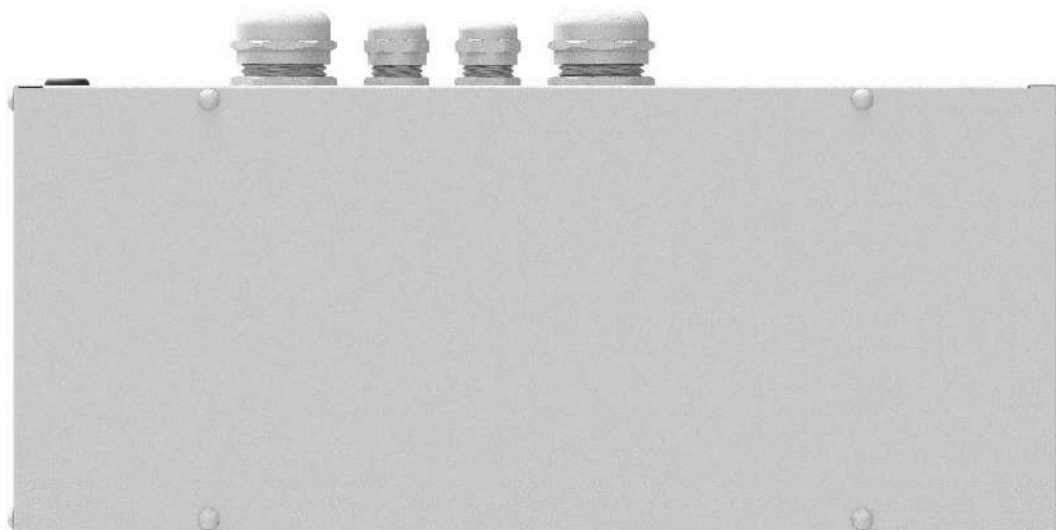
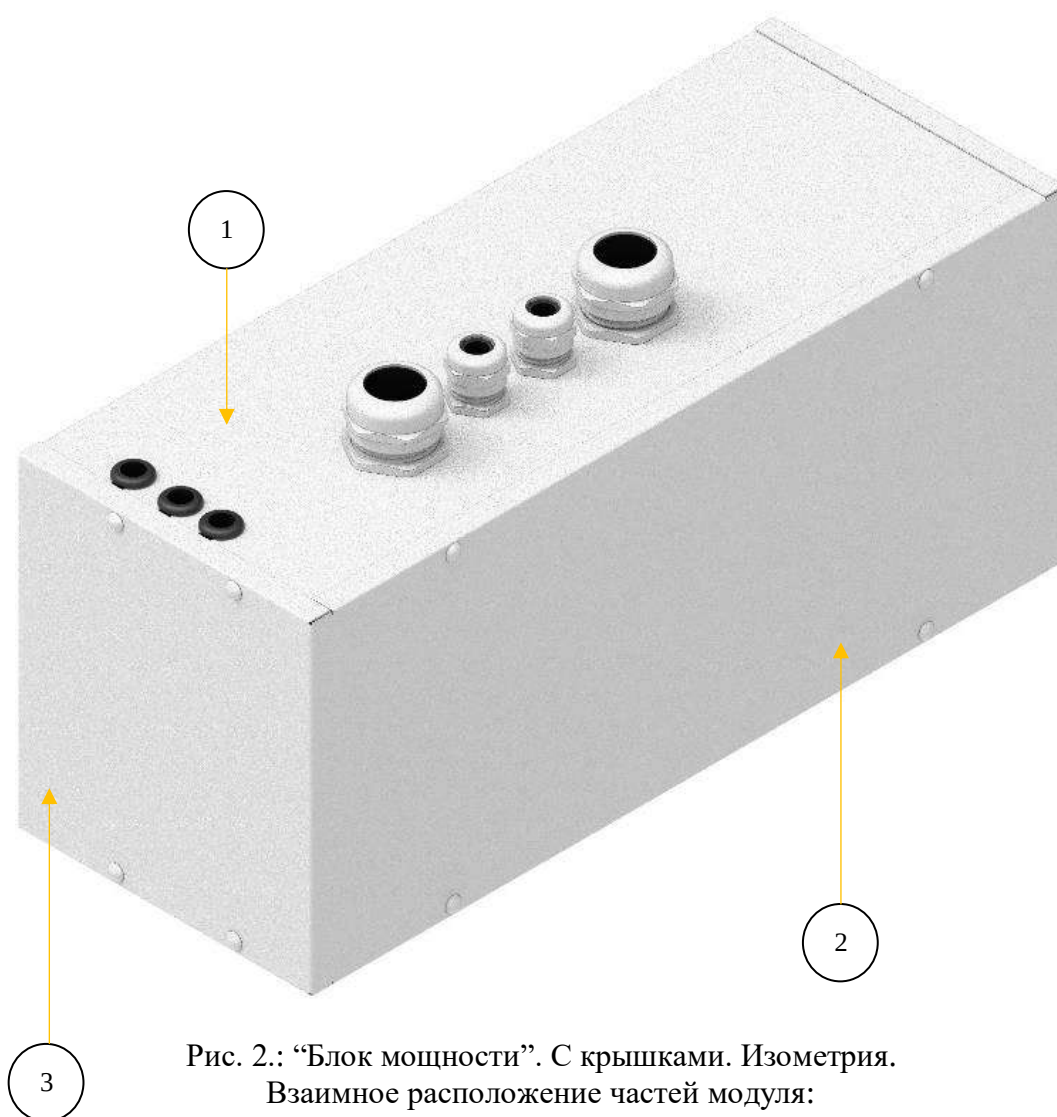

Рис. 1.: “Блок мощности”. С крышками. Вид спереди.
Рис. 2.: “Блок мощности”. С крышками. Изометрия.
1.1. Корпуса с крышками - трехсекционного короба, выполненного в форме прямоугольного параллелепипеда из нержавеющей стали с крышками. (Рис.1., Рис.2.).